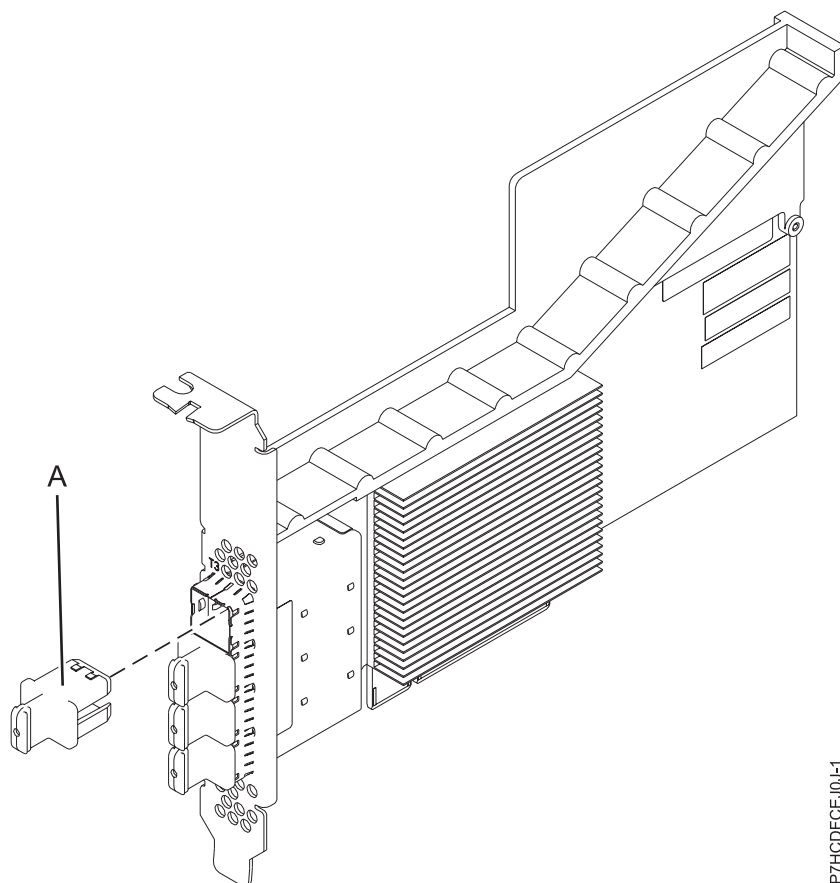

Figura 18. Adaptador PCIe3 RAID SAS
El adaptador PCIe3 RAID SAS cuatripuerto 6 Gb Adapter es un adaptador PCI Express (PCIe) de generación 3 RAID SAS con un factor de forma corto y altura reducida, pero empaquetado para una instalación de altura completa. El adaptador se utiliza en aplicaciones SAS (SCSI con conexión en serie) de alto rendimiento y alta densidad. Admite la conexión de disco SAS y cinta SAS utilizando cuatro miniconectores SAS de alta densidad (HD) x4 que permiten utilizar los enlaces físicos en diversas configuraciones de puerto estrecho y ancho. la conexión de cinta SAS sólo está soportada en una configuración de un solo adaptador y no puede combinarse con discos SAS en el mismo adaptador. El adaptador no tiene memoria caché de escritura. La Figura 18 en la página 56 muestra el adaptador PCIe3 RAID SAS cuatripuerto 6 Gb Adapter.
La Figura 18 muestra el adaptador. El conector **(A)** está instalado en un puerto vacío y evita daños en dicho puerto cuando se conecta o retira un cable de los conectores de puerto adyacentes.